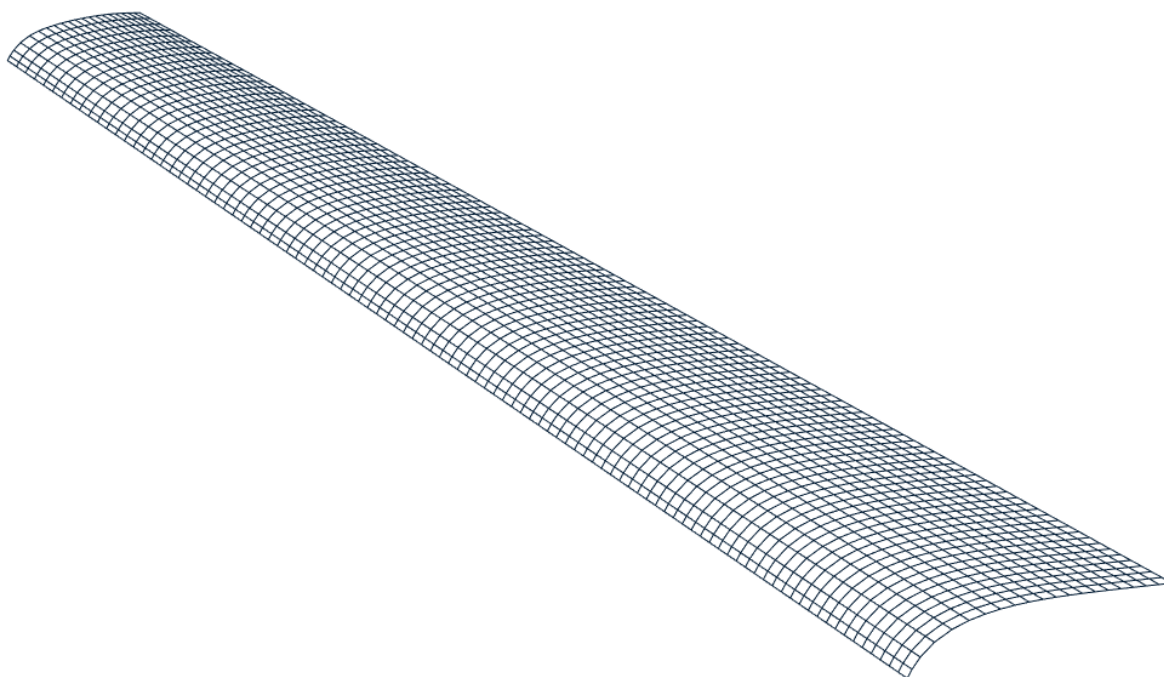

Рисунок 2 — Пример части сетки
- Пользователь создает BDF файл с частью сетки, которую необходимо нагрузить распределенной аэродинамической нагрузкой (рисунок 2). Сетка должна состоять из shell элементов.